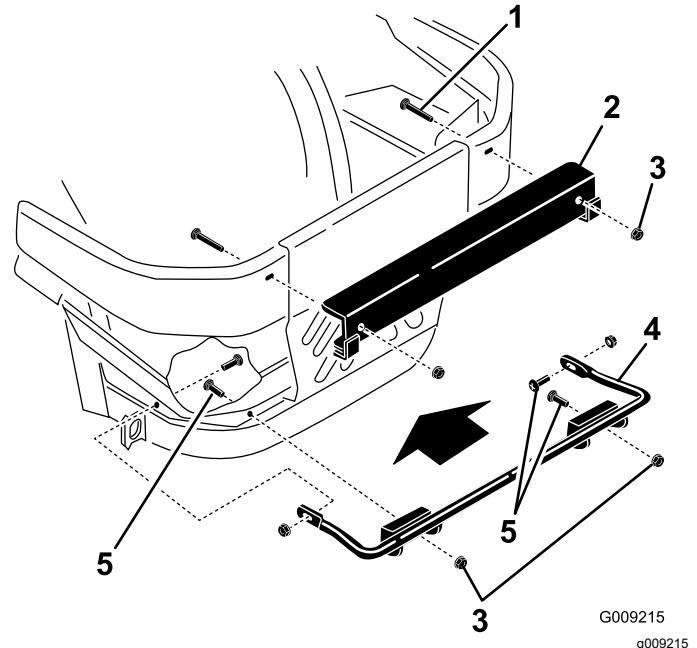

Figura 6
1. Montate la staffa di fissaggio inferiore sul telaio della macchina con 4 bulloni a testa tonda ($\frac{3}{8}$ " x 1 $\frac{1}{4}$ ") e 4 dadi flangiati ($\frac{3}{8}$ "), come illustrato nella Figura 6.
2. Installate la staffa di fissaggio superiore sui paraurti laterali sinistro e destro con 2 bulloni a testa tonda ($\frac{1}{2}$ " x 2 $\frac{1}{2}$ ") e 2 dadi flangiati ($\frac{1}{2}"), come illustrato nella Figura 6.$